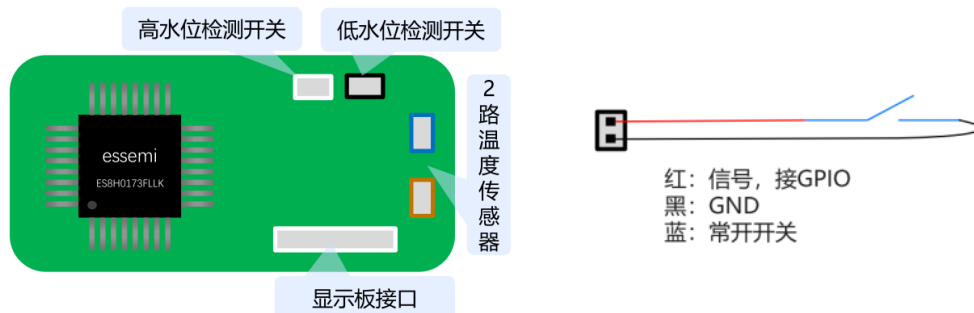

图 3-2 硬件电路示意图
- ◇ 水位检测开关由信号线和地线组成，干簧管处于常开状态，如图 3-2 所示。